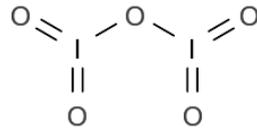

Рис. 4.25. Структура I_2O_5
Оксид иода (V) I_2O_5 , ангидрид иодноватой кислоты (рис. 4.25) – белое твёрдое вещество. Это единственный термодинамически устойчивый оксид галогена.